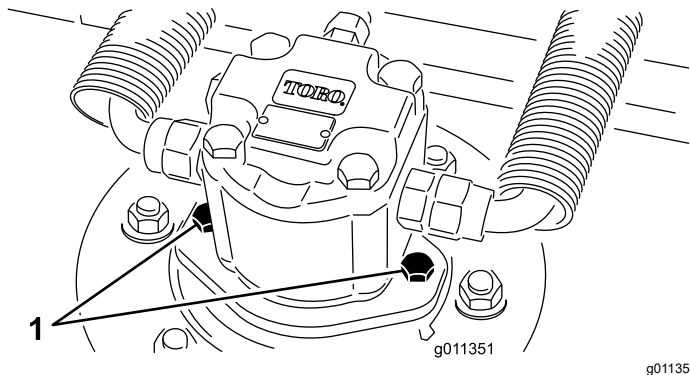

Figura 12
2. Desligue e retire o motor hidráulico da unidade de corte (Figura 12). Cubra a parte superior do eixo para não o sujar.